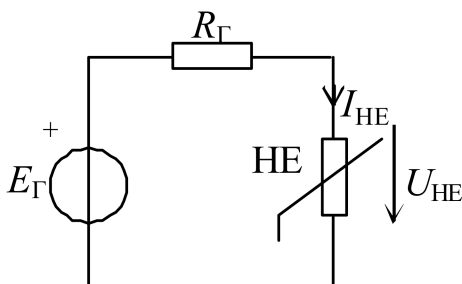

Рисунок 1.2 – Використання методу еквівалентного генератора
1. Використаємо метод еквівалентного генератора. Замінімо ділянку кола, що містить джерело напруги, джерело струму та елементи  $R_1$ ,  $R_2$ ,  $R_3$ , еквівалентним джерелом напруги (рис. 1.2).